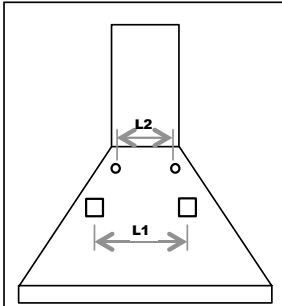

Fig. 5
N.B. : Les systèmes de fixation a) et b) sont placés à l'arrière de la hotte dans les trous L1 (Fig. 5).